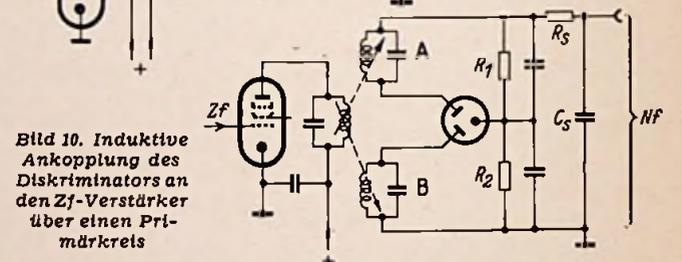

Bild 10. Induktive Ankopplung des Diskriminators an den Zf-Verstärker über einen Primärkreis
b) über einen Primärkreis $L_0 C_0$ erfolgen, der an der Anode der letzten Zf-Stufe liegt und auf die Trägerfrequenz abgestimmt ist. An diesen Kreis sind die beiden Diskriminatorschaltungen A und B induktiv angekoppelt (Bild 10). Vorteil: Einfachheit der Schaltung; Nachteil: Schwierigeres Abgleich der Kreise A und B, da sie über den Primärkreis miteinander verkoppelt sind und sich bei der Abstimmung untereinander beeinflussen.